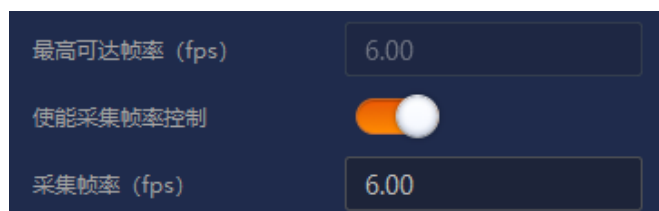

图5-10 帧率设置
2. 启用**使能采集帧率控制**参数，**最高可达帧率**参数显示当前实时帧率，如**图 5-10**所示。